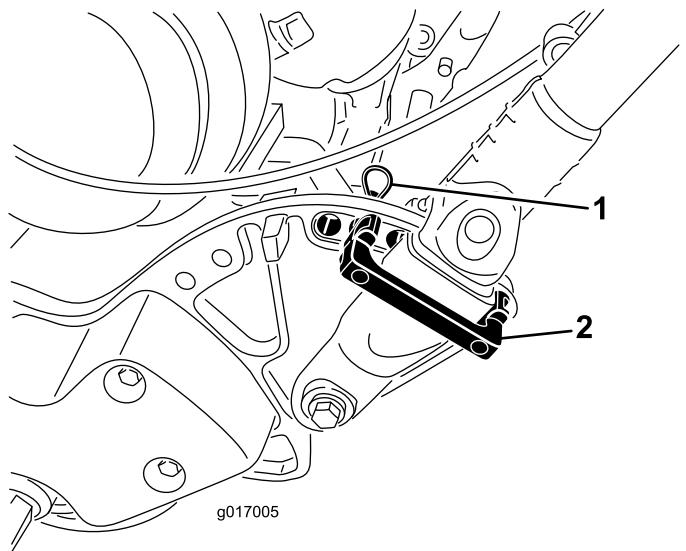

Bild 8
- Stützen Sie den Holm ab und nehmen Sie die Kabelbinder ab, mit denen die Holmklemmen an den Seitenplatten befestigt sind (Bild 8).
- Drehen Sie den Holm in die gewünschte Einsatzposition und setzen Sie einen Holmhalter über die Holmklemme und in die entsprechenden Löcher in der Seitenplatte ein (Bild 8).
- Arretieren Sie die Klemme mit einem Splint (Bild 8).